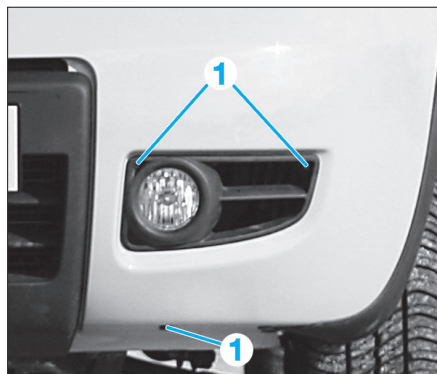

FIG. 66
- Déposer les 3 vis de fixation (1) (Fig.66).